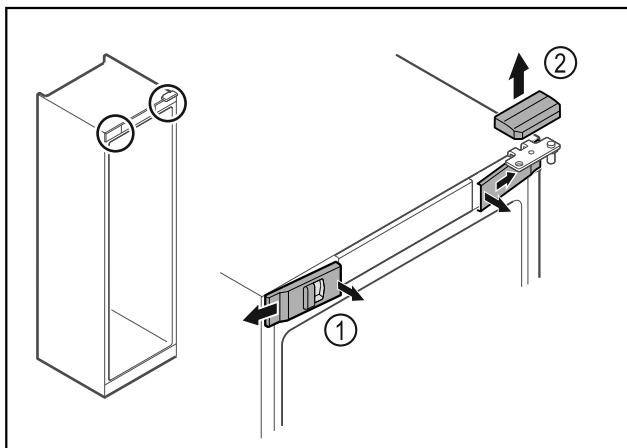

Fig. 7*
- ▶ Откопчайте предните капаци Fig. 7 (1) отвътре и свалете настрана.*
- ▶ Свалете горния капак Fig. 7 (2) нагоре.*